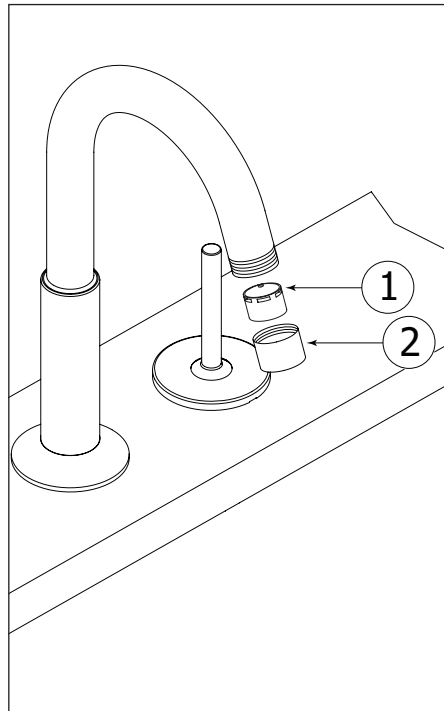

Fig.5
To clean the aerator (1), unscrew the aerator case (2) from the spout. Then, pull out the aerator and soak it in a vinegar and water solution to remove lime build-up. Once parts have been cleaned, reassemble by reversing steps (Fig. 5).
Pour nettoyer l'aérateur (1), dévisser le boîtier de l'aérateur (2) et le tremper dans un mélange de vinaigre et d'eau pour retirer le calcaire qui pourrait s'y être accumulé. Une fois les pièces nettoyées, inverser les étapes pour réassembler l'aérateur. (Fig. 5).